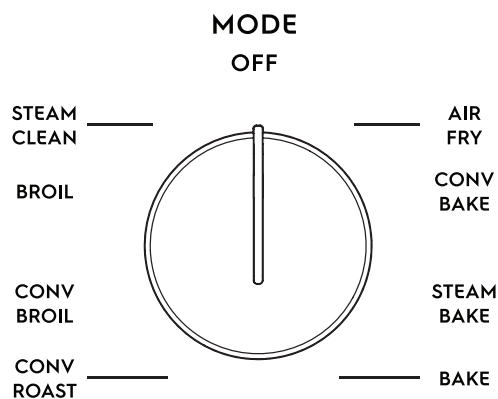

Figure 7: Mode du four
3. Tournez le bouton Oven Mode (mode du four) à la position Bake (cuisson au four) (figure 7).